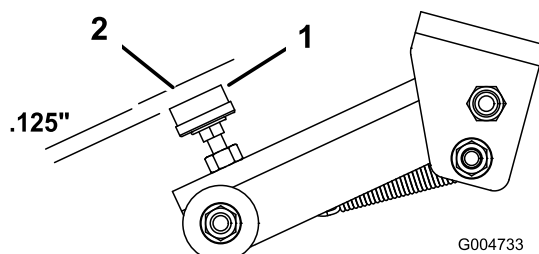

Figura 81
4. La distanza tra il cuscinetto di gomma della vite di regolazione (Figura 81) ed il fermo dell'apparato di taglio deve essere di 3 mm. Se fosse necessario regolare, allentate il dado sulla vite di regolazione, regolate la vite per ottenere la distanza opportuna, e serrate il dado.